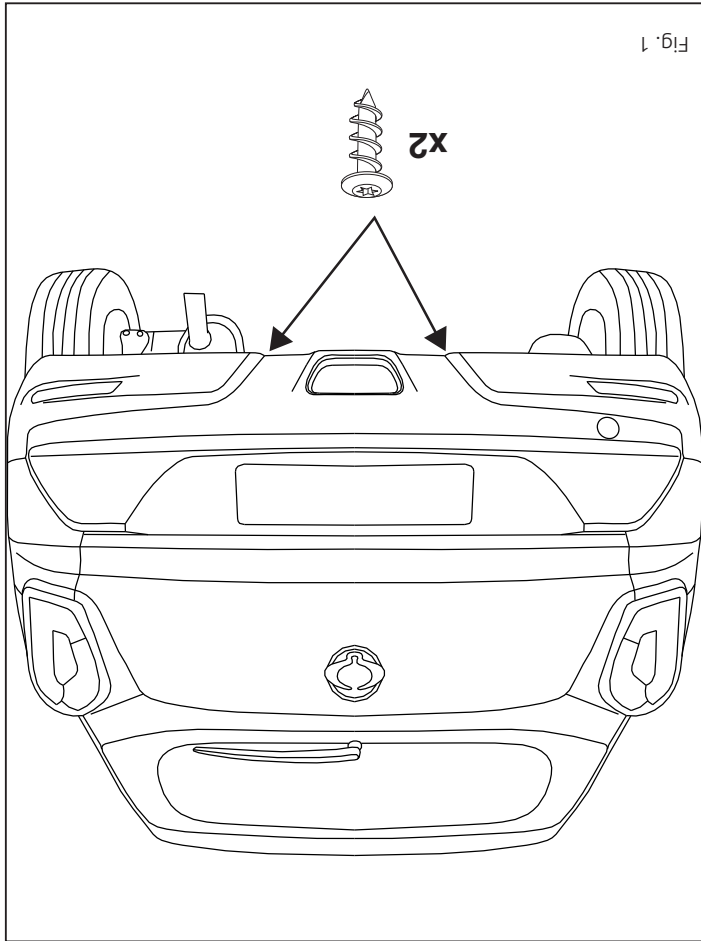

Fig. 1
4. Remove the screws as shown in figure 1.
4. Die Schrauben gemäß Abbildung 1 entfernen.
4. Enlever les vis conformément à la figure 1.